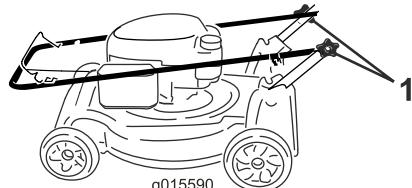

Figura 3
1. Solte os botões do manípulo (Figura 3).
3. Aperte com firmeza os botões do manípulo manualmente (Figura 3).